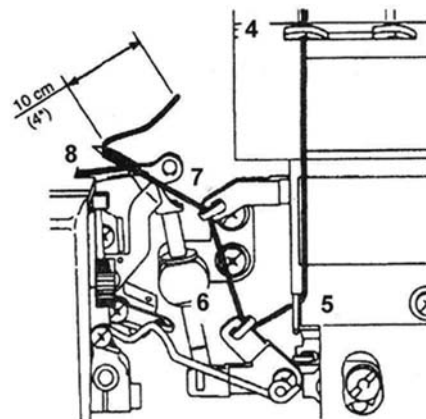

Abb.18
5. Fädeln Sie im Greiferraum gemäß der roten Markierungen den Faden ein (Abb. 18).